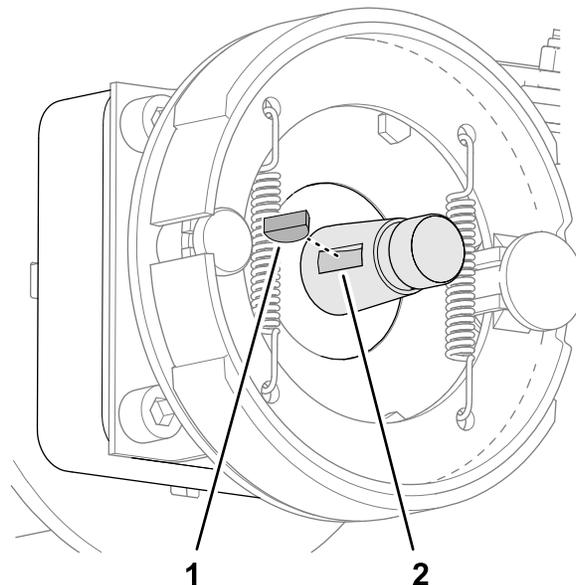

Рисунок 83
2. Вставьте сегментную шпонку в шпоночный паз вала мотор-колеса (Рисунок 83).